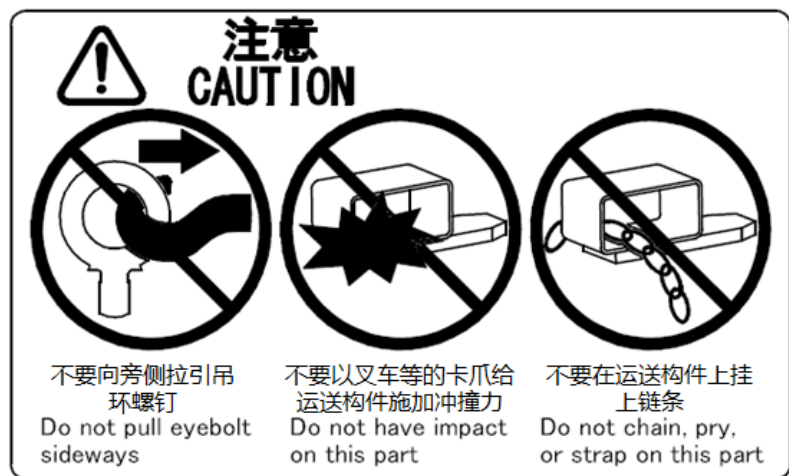

图 4-1 操作机在搬运过程中的注意事项
- 操作机搬运时需安装配套的搬运支架，如采用不正确的搬运方式可能造成操作机损坏，搬运时操作机姿态以本手册 **第4.1章节** 的描述为准。操作机在搬运过程中应注意的事项如图 4-1 所示。